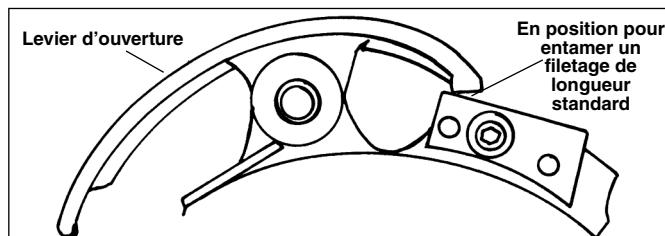

Figure 7 – Position de début de filetage
5. Rabattez le levier d'ouverture jusqu'à ce qu'il repose sur la patine de verrouillage comme indiqué à la Figure 7. Cela positionnera les filières pour la coupe du filetage.